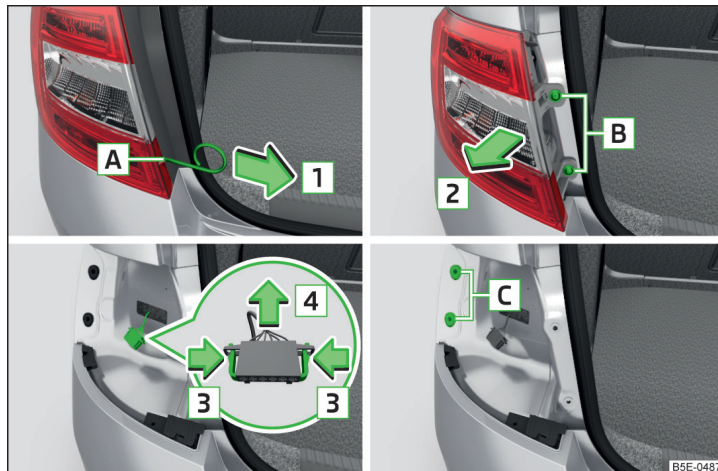
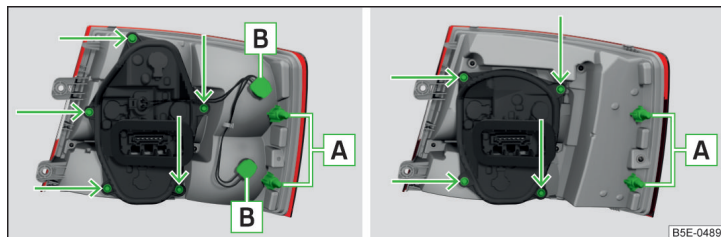

Fig. 250 Desmontar la lámpara / Quitar el conector
Fig. 251 Parte exterior de la lámpara: lámpara ambiente / lámpara con diodos LED
- Introducir en la apertura [A] » fig. 250 el estribo para retirar los tapacubos integrales » pág. 221, *Equipo de herramientas a bordo*.
- Introducir la lámpara con la espiga [A] » fig. 251 de la pág. 245 en la toma [C] » fig. 250 en la carrocería.
- Gire el portalámparas [B] » fig. 251 en el **sentido contrario** al de las agujas del reloj y extraígallo de la carcasa.
- Desenrosque el portalámparas » fig. 251 con el destornillador del equipo de herramientas a bordo y extraiga el portalámparas de la lámpara.